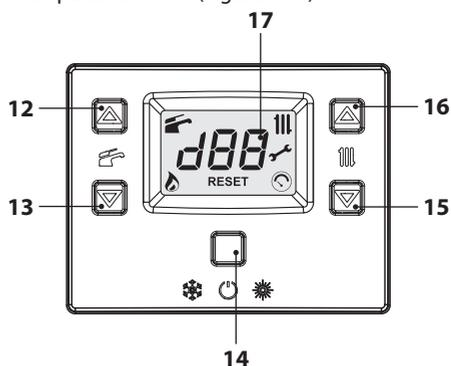
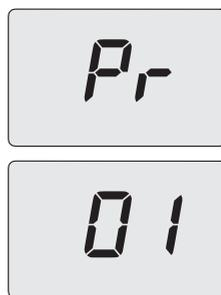

Figura 9.17
Figura 9.18
- Entrare in "modalità programmazione" premendo contemporaneamente per 10 secondi i tasti 14-15-16 (Figura 9.17) fino a far apparire sul display LCD le lettere **Pr** che si alternano al numero del parametro **01**, indicanti l'entrata nel "parametro 01" (Figura 9.18).
- Premendo il tasto 14 (Figura 9.17) si ottiene la conferma del valore inserito. Sul display appare per 3 sec. la scritta "Ok" (Figura 9.20), per poi visualizzare la lista dei parametri.
- Per uscire, premere il tasto 14 (Figura 9.17) e togliere alimentazione elettrica.
- Premendo il tasto 14 (Figura 9.17) si ottiene la conferma del valore inserito.
- Premere il tasto 16 (Figura 9.17) per passare al parametro **Pr 02** e visualizzare il relativo valore impostato:
- Per variare il valore premere il tasto 12 o 13 e confermare il valore del parametro con il tasto 14 (Figura 9.17). Sul display appare per 3 sec. la scritta "Ok".
- Per uscire senza confermare il valore modificato premere il tasto 16 o 15 (Figura 9.17).
- Per variare il valore premere il tasto 12 o 13 (Figura 9.17) e confermare il valore del parametro con il tasto 14 (Figura 9.17). Sul display appare per 3 sec. la scritta "Ok".
- Premendo per 10 secondi il tasto 14 (Figura 9.17) si esce dalla "modalità programmazione".